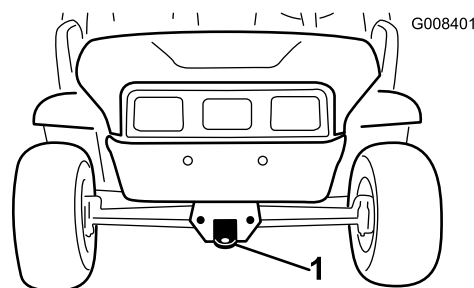
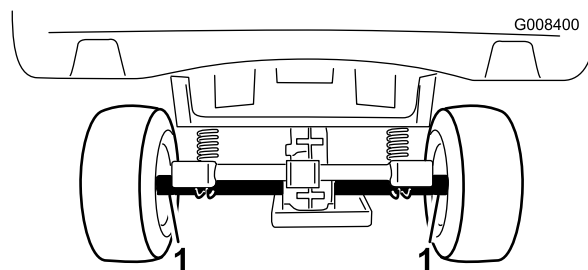

図 23
図 24
長距離を搬送する場合にはトレーラを使用してください。その場合、車体をトレーラに確実に固定して輸送してください。ロープがけのポイントについては図24と図23を参照してください。
2. 機体前部にある牽引トングにロープなどの牽引索を取り付ける 図23。